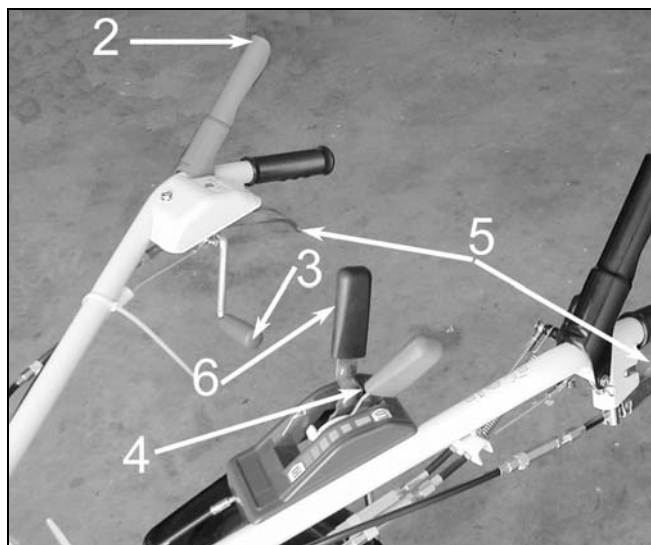

Figura 7 (motore Briggs & Stratton)
Premere la leva (6, Figura 7 - motore Briggs & Stratton) per regolare l'altezza del manubrio.
- Abbassare verso il manubrio la leva di sicurezza della frizione rotore (2, Figura 7), quindi sollevare gradualmente la leva frizione rotore (3, Figura 7) per mettere in tensione la cinghia e trasmettere potenza al rotore lame.
- Abbassare verso il manubrio la leva della frizione avanzamento (1, Figura 7), per iniziare il lavoro.
- Rilasciare le leve della frizione avanzamento (1, Figura 7) e della frizione lama (2, Figura 7).